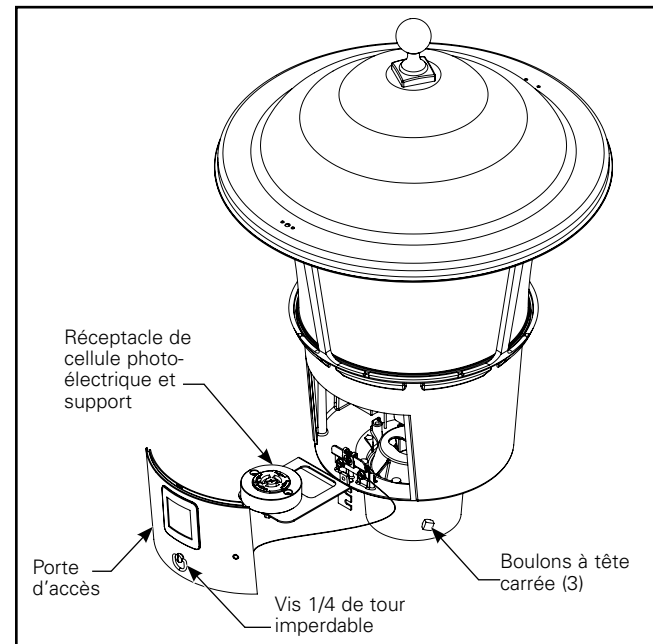

Figure 1.
1. Retirez la porte d'accès en tournant la vis 1/4 de tour imperdable dans le sens contraire des aiguilles d'une montre pour débloquer le mécanisme de verrouillage. (Figure 1.)
3. Installez le luminaire sur le poteau et tournez-le jusqu'à ce que les mots « STREET SIDE » soient orientés vers la rue ou la position désirée. Serrez les trois (3) boulons à tête carrée à un couple de 16 à 18 Nm (140 à 160 po-lb). (Figure 1)